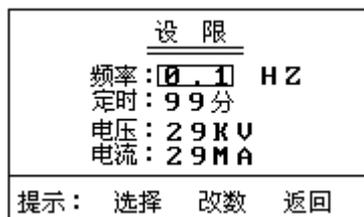

图 5 (设限界面)
在图 5 所示的设限界面上，可根据试验的需要设定好输出频率、试验时间、试验电压、高压侧的过流保护值。修改方法如下：
(B) 点击“设限”键，仪器进入图 5 所示的设限于子界面。以便重新修改参数。
(4) 自动升压